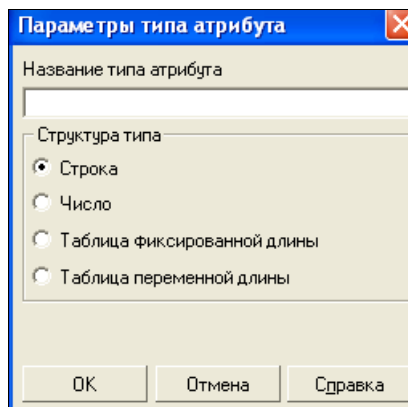

Рис. 27.3. Диалоговое окно Параметры типы атрибута
- ◆ нажмите кнопку **Новый тип**. Система выведет диалоговое окно **Параметры типа атрибута** (рис. 27.3). В этом окне введите имя создаваемого типа атрибута, например, **Габариты прибора**;